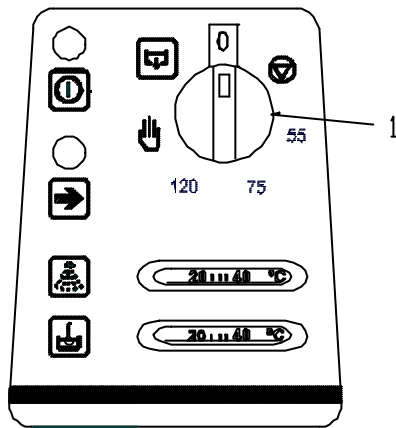
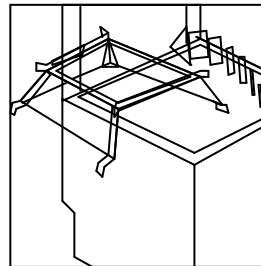
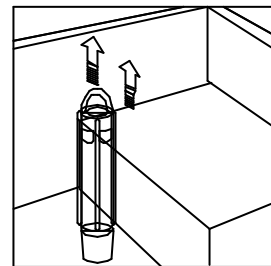

Fig. 10
Fig. 15
Fig. 16
- El FI-100 B y el FI-120 B desaguan automáticamente en cada ciclo. Para vaciar totalmente la cuba, extraer el aliviadero (Fig.16), colocar el conmutador (1) en posición  (Fig. 10).
- Para la limpieza general de la cuba extraer el soporte de cestillos (Fig. 15) y el aliviadero (Fig. 16). Después, posicionarlos correctamente.